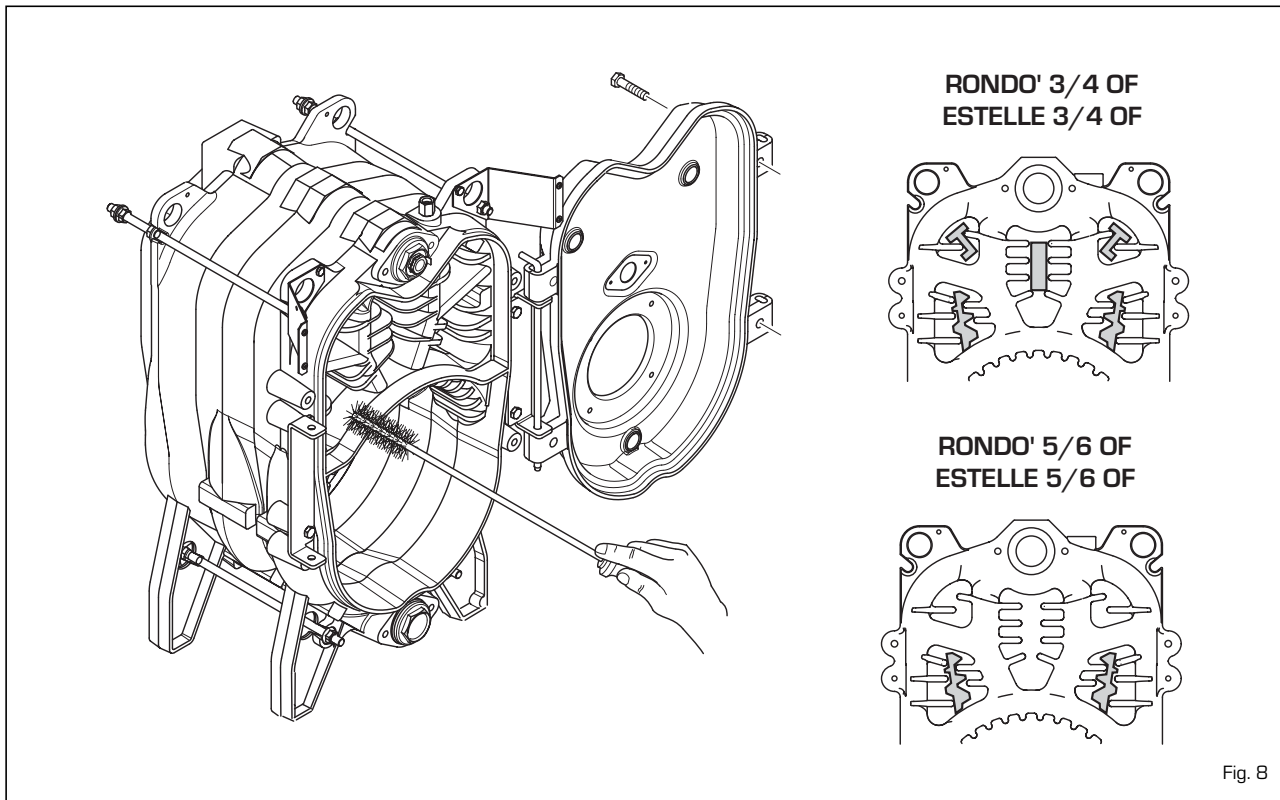

Fig. 8
3.3.1 Lado dos fumos da caldeira (fig. 8)